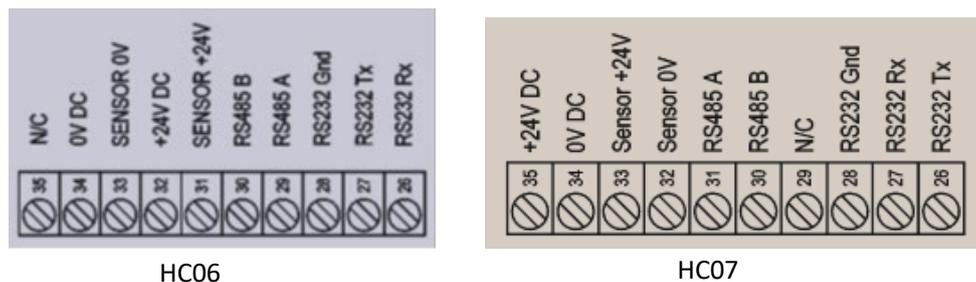

Figura 8: Differenze di piedinatura del connettore a 10 pin della versione HC06 rispetto alla HC07
Hydro-Control (HC07) utilizza lo stesso connettore fisico a 10 pin per l'alimentazione e il collegamento del sensore utilizzato nelle installazioni HC06. Tuttavia, **i collegamenti del cablaggio sul connettore a 10 pin differiscono tra le versioni HC06 e HC07**; vedere Figura 8.
La Figura 8 illustra la differenza nella configurazione del cablaggio rispetto alla versione HC06 e i collegamenti richiesti per la versione HC07.
- Ricablando il connettore della versione HC06 per adattarlo alla piedinatura della versione HC07 (vedere Figura 8)
Se non è disponibile il cavetto adattatore dalla versione HC06 alla HC07 (codice n° 7060), è possibile modificare la configurazione di cablaggio della morsettiera a 10-pin per adattarla alla piedinatura della morsettiera della versione HC07; vedere Figura 8.